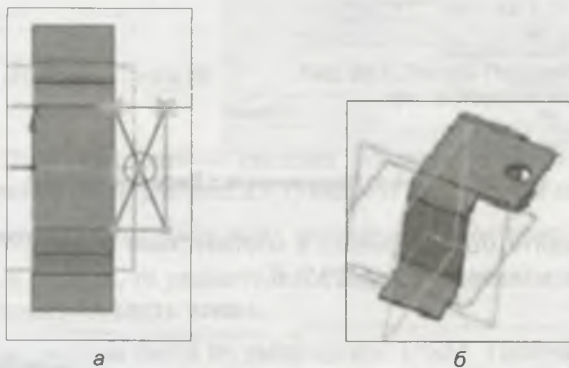

Рис. 29.10. Скоба 2 в режиме Эскиз (а); модель Скобы 2 с пластиной (б)
- ◆ вызовите команду **Окружность** и создайте окружность в центре прямоугольника, как на рис. 29.10, а;